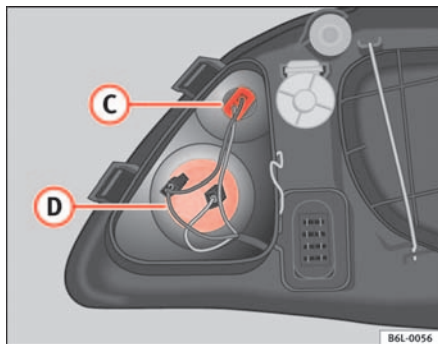

Abb. 145 Standlicht
- An den Kabeln ziehen, um die Lampenfassung aus ihrer Aufnahme ③ ⇒ Abb. 145 zu entfernen.